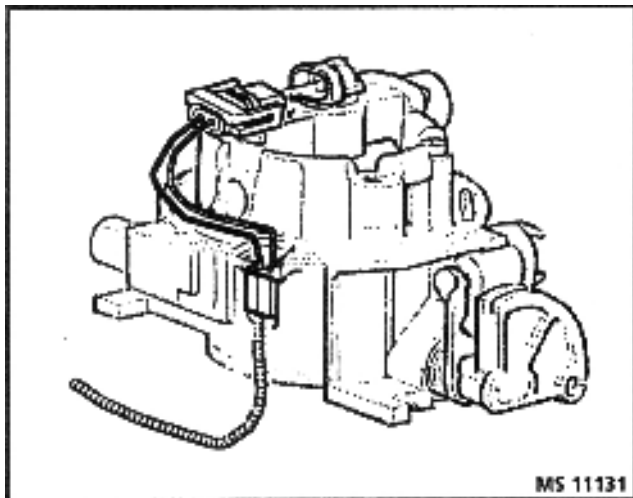

Bild 3.2-9 Steckverbindung - TBI-System
2. Kabeldurchführung und Verdrahtung zum Einspritzventil am TBI-System ausbauen (Bild 3.2-9).